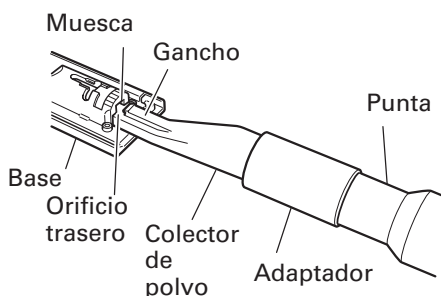

Fig. 21
- (6) Inserte el colector de polvo en el orificio trasero de la base hasta que el gancho encaje en la muesca. (Fig. 21)
- (7) Presione el gancho para desmontar el colector de polvo.